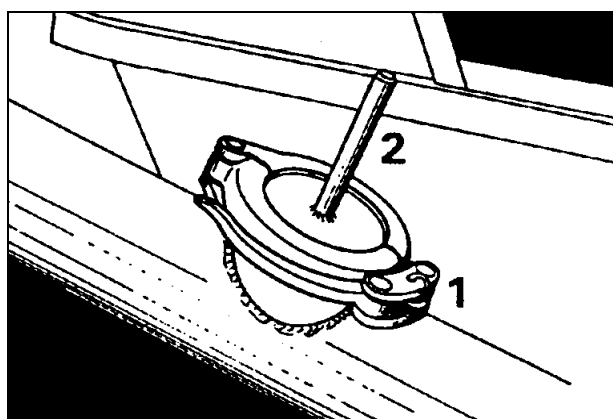

Fig. 4
- Soltar la tapa 2 (Fig. 4) y sacar la bola de limpieza.